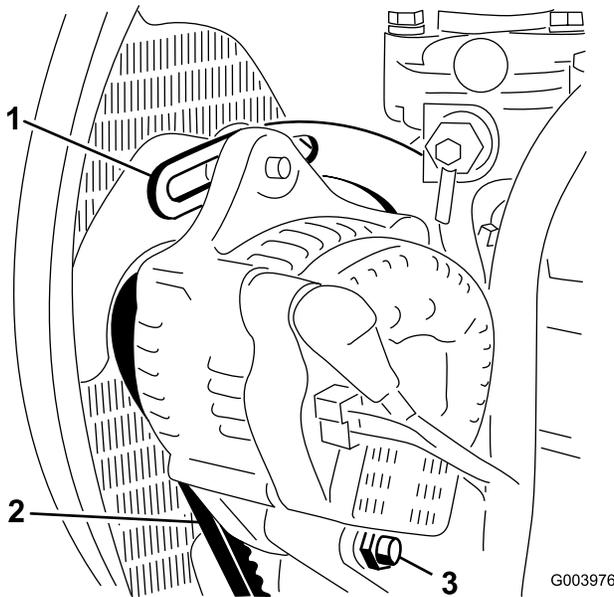

図 49
2. オルタネータ側プーリとクランクシャフト側プーリ間の中央部(図 49)でベルトを指で 10 kg程度の力で押して点検する。
3. ブレースをエンジンに固定しているボルト(図 49)と、オルタネータをブレースとピボットボルトに固定しているボルトをゆるめる。